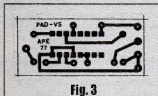

Fig. 3
- FIG. 3 - LAY OUT DO CIRCUITO IMPRESSO ESPECÍFICO - A plaquinha é uma verdadeira *merrêca*, em termos de tamanho e de simplicidade... Suas dimensões permitem aproveitar mesmo uma tira de fenolite que esteja jogada, aí pela sucata do caro leitor/hobbysta (são só 2 cm. de largura, uma *caquinha*...). Com o padrão de ilhas e pistas (em negro) visto em escala 1:1 no diagrama, bastará decalcar (usando carbono, sobre a face metalizada...) o desenho num pedacinho de fenolite virgem, efetuando em seguida a traçagem, corrosão, etc. Devido à presença do integrado, recomenda-se o uso de decalques apropriados, que dão melhor acabamento e *segurança* no desenho... Finalizada a confecção, conferir muito bem (com *lente*...), para ver se não ficaram pequenas falhas ou *curtos*, corrigindo tais defeitinhos, se encontrados...